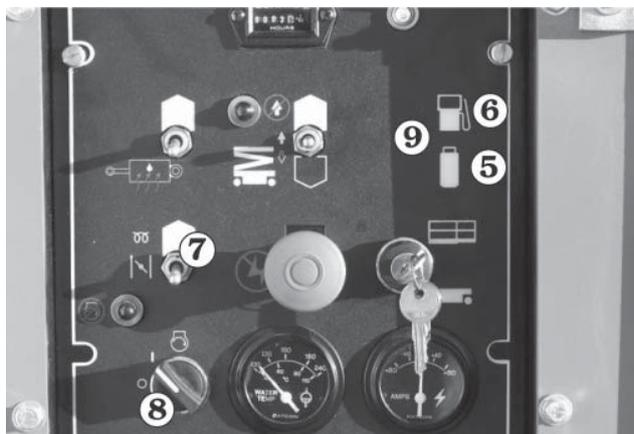

Abb. 8.6
5. Für **Dualkraftstoffbetrieb**: Schalten Sie den **Kraftstoff**-Schalter **9** je nach Bedarf auf Flüssiggas **5** oder Benzin **6**, (siehe Abb. 8.6).
6. Wenn der Motor kalt ist, den **Choke**-Schalter **7** (siehe Abb. 8.6) während des nächsten Schrittes drücken.
7. Drehen Sie den Schlüssel **8**, um zu starten, und halten Sie ihn, bis der Motor anspringt, oder 20 Sekunden lang, je nachdem, was sich zuerst ergibt. Wenn der Motor anspringt, den Schlüssel **3** und den Choke-Schalter **7** loslassen (siehe Abb. 8.6).